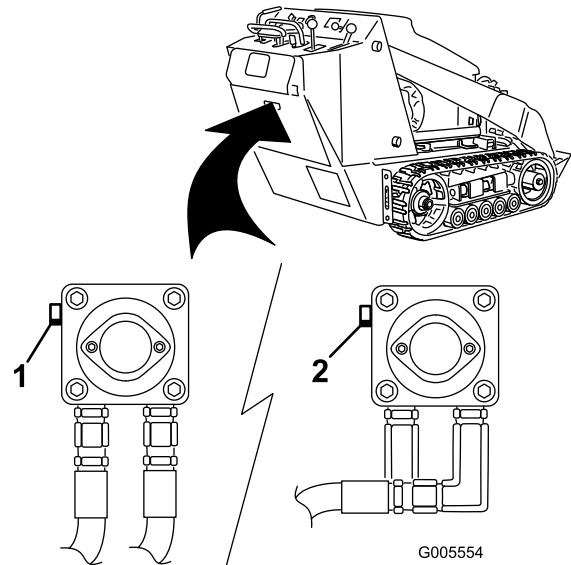

Figure 17
- À l'aide d'une clé, donnez deux tours dans le sens antihoraire aux vannes de remorquage situées sur les pompes hydrauliques (Figure 17).